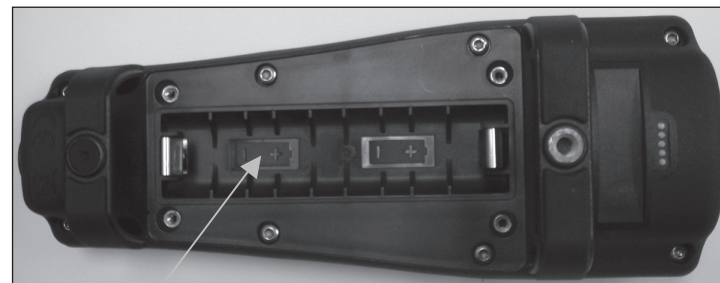

Figura 1. Pro1030 sin la tapa de las pilas. Tenga en cuenta los símbolos que indican la polaridad de las pilas.
4. Instale las pilas nuevas, comprobando la alineación correcta de la polaridad (figura 1).